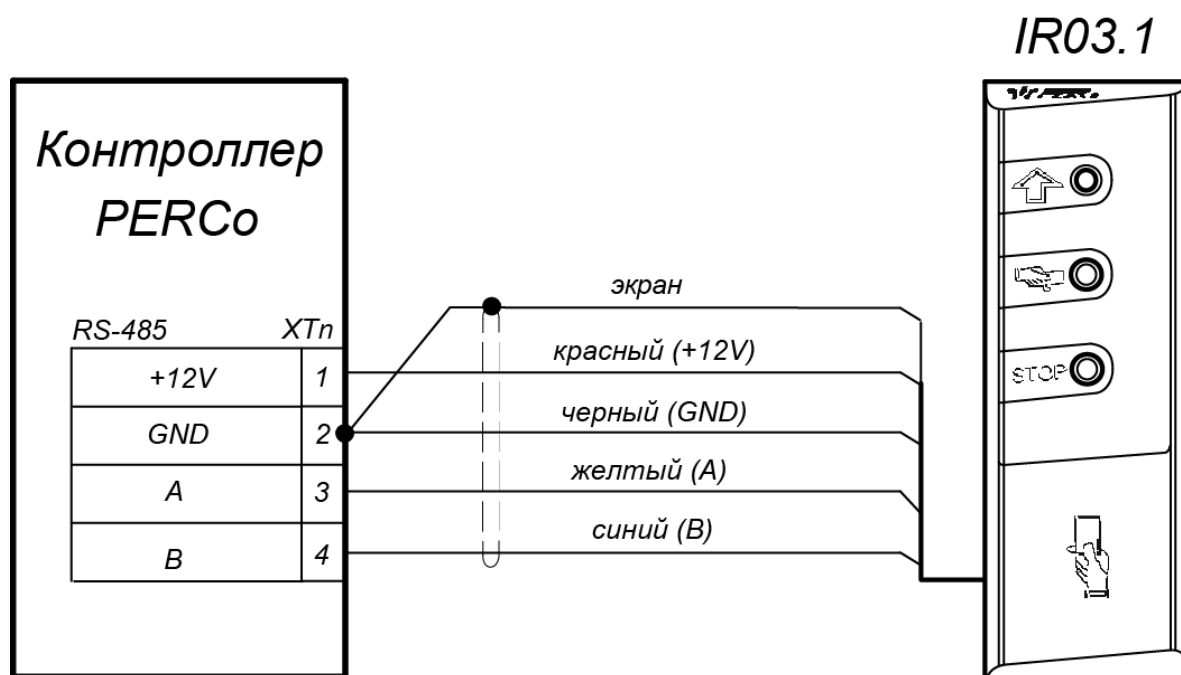

Рисунок 5. Схема подключения считывателя к контроллеру PERCo
7. Проложите кабель, закрепите его и подключите к контроллеру **PERCo** (схему подключения смотри на рис. 5 и в руководстве по эксплуатации на соответствующий контроллер). Удлинение соединительного кабеля считывателя производится в соответствии с требованиями разд. 6.2, при этом сигнальные линии А и В интерфейса **RS-485** должны идти в одной витой паре (по симметричному каналу).